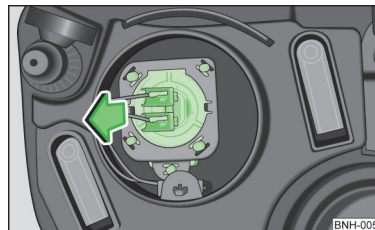

Fig. 150
- Scoateți conectorul împreună cu becul, prin mișcări pendulatorii, în sensul săgeții » fig. 150.